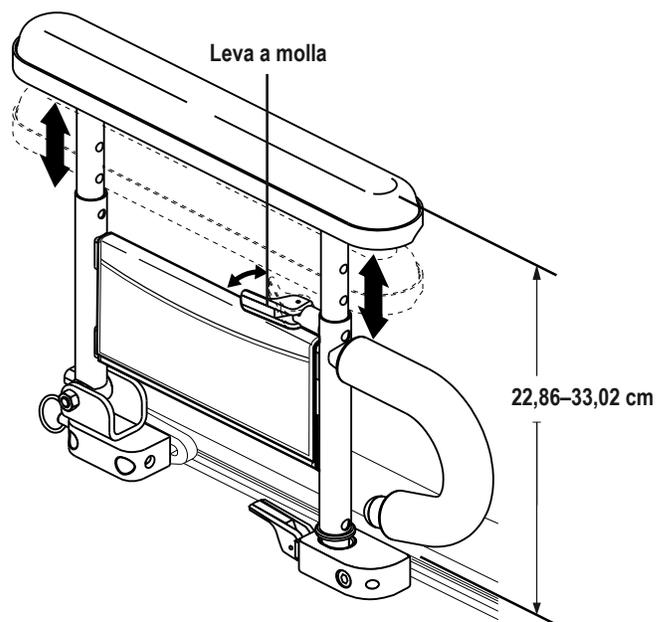

Figura 9. Regolazione dell'altezza di un bracciolo a due perni
1. Premere la leva a molla verso l'interno. **Vedere figura 9.**